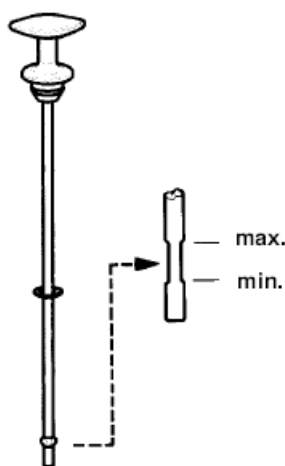

Рисунок 6 – Щуп контроля уровня масла.
2.2.4.3. Уровень масла проверяется щупом. Масло должно находиться между отметками «max» и «min» (рисунок 6). Объем заливаемого масла – 0,5 литра.